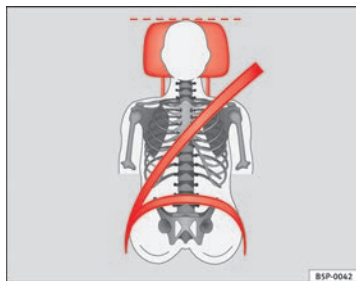
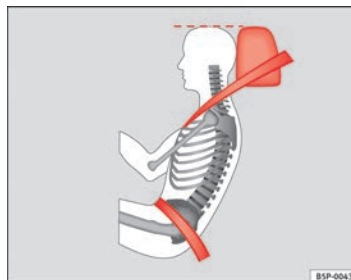

Abb. 67 Von vorne betrachtet: richtig eingestellte Kopfstütze und korrekter Gurtbandverlauf
Abb. 68 Von der Seite betrachtet: richtig eingestellte Kopfstütze und korrekter Gurtbandverlauf
- Die Kopfstützen so einstellen, dass sich die Oberkante der Kopfstütze möglichst auf einer Linie mit dem oberen Teil Ihres Kopfes, aber mindestens auf Augenhöhe befindet => Abb. 67 und => Abb. 68.